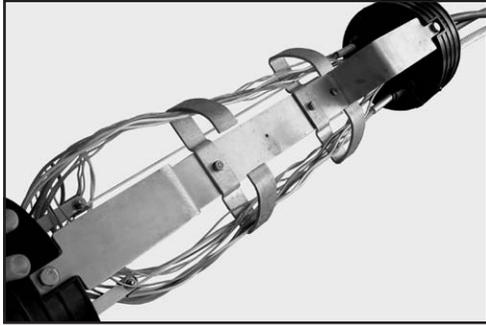

Figura 41
11.1 Acomode los tubos “loose” dentro del sistema de almacenamiento de tubos (Figura 41).